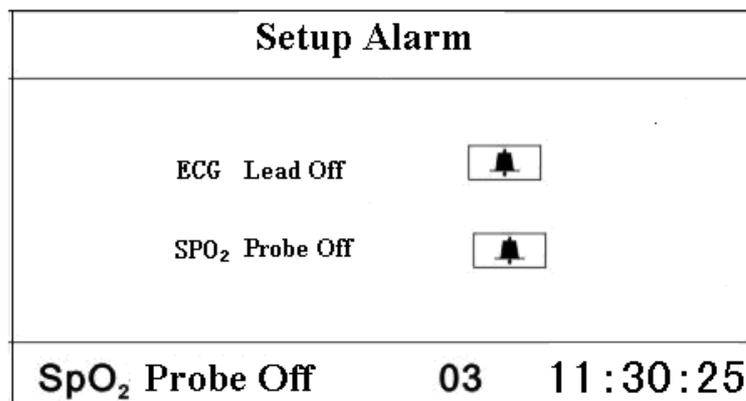

Figure 4.3 Page du menu rapide de réglage de l'alarme
- Touche “” : appuyer rapidement (environ 1 seconde) sur cette touche pour activer ou désactiver temporairement le mode silencieux de l'alarme. Appuyer longuement sur la touche pour accéder au menu rapide, tel qu'indiqué dans la figure 4.3. Si les options “ECG Lead off” et “SpO2 Probe off” ne sont pas désactivées manuellement après que l'alarme ait duré 5 minutes, le système activera l'état d'alarme silencieux.